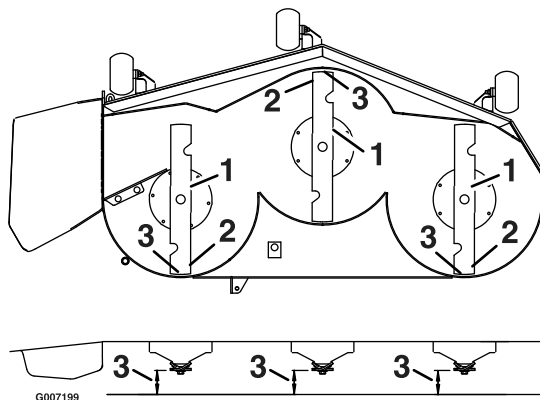

Figura 71
3. Rode cuidadosamente as lâminas para que estejam da frente para trás (Figura 71).
até à superfície plana (Figura 71). Se a parte da frente da lâmina não estiver 1,6-7,9 mm mais baixa do que a ponta da lâmina de trás, continue a realizar o procedimento de Nivelamento da plataforma do cortador.